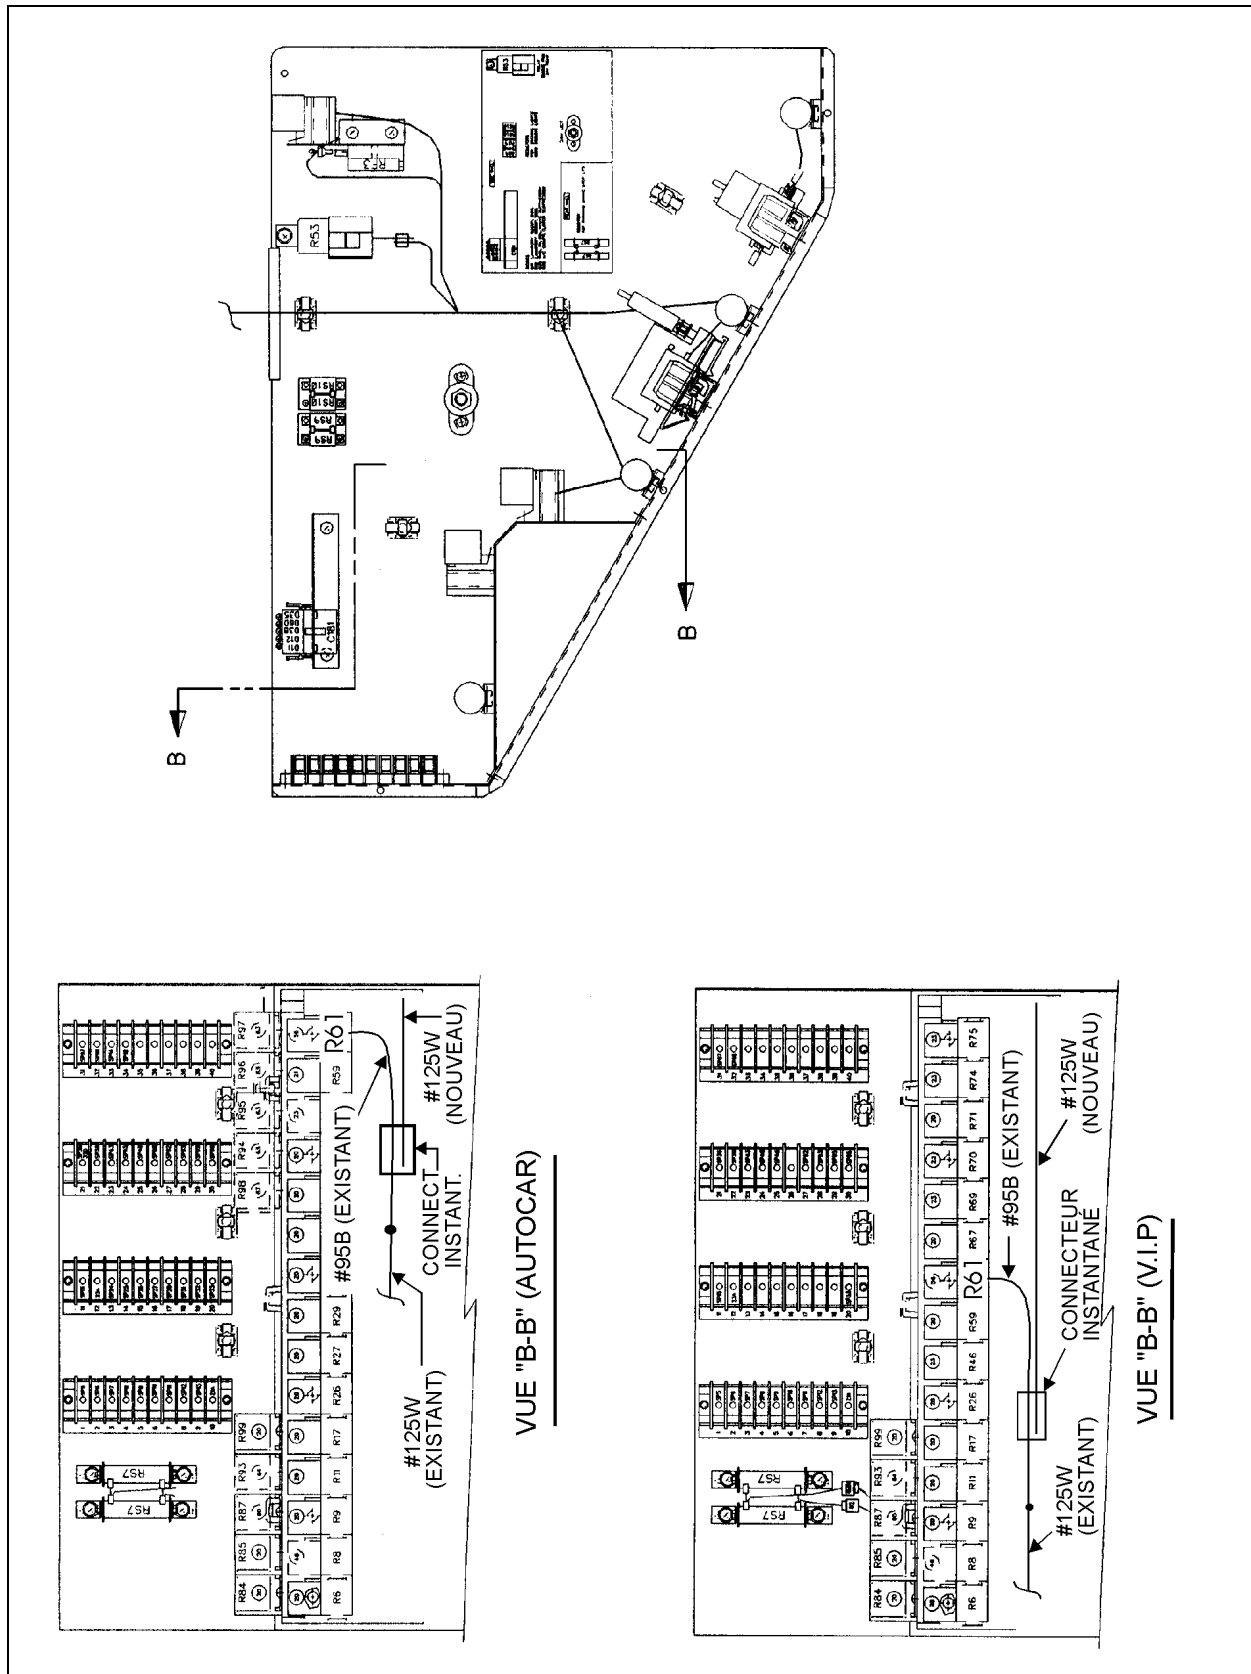

FIGURE 3
8. Identifier parmi les fils fournis avec le module de contrôle, le fil noir #125W, acheminer ce fil jusqu'à la base de relais R61, puis brancher le fil #125W avec le fil #95B de la base de relais R61 en utilisant le connecteur instantané #560710. Voir la vue "B-B" appropriée à la figure 3 (page 4).